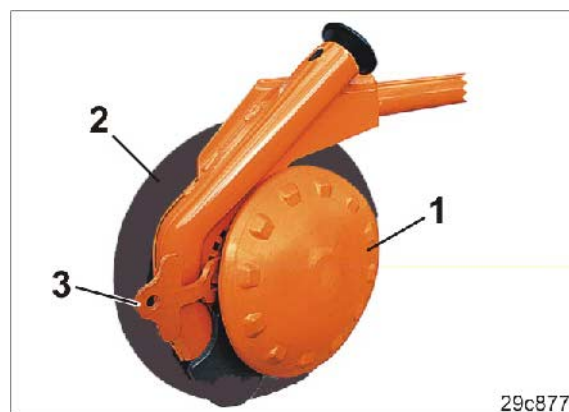

Fig. 60
Den fleksible dybdeføringsskive (Fig. 60/1)
- rengør bagsiden af stålskiven (Fig. 60/2),
Dybdeføringsskiven indstilles eller afmonteres uden brug af værktøj ved hjælp af håndgrebet (Fig. 60/3).
Når der arbejdes med høj kørehastighed bevæger stålskiven, der kun står 7° på skrå i forhold til kørselsretningen (Fig. 60/2), ikke ret meget jord.